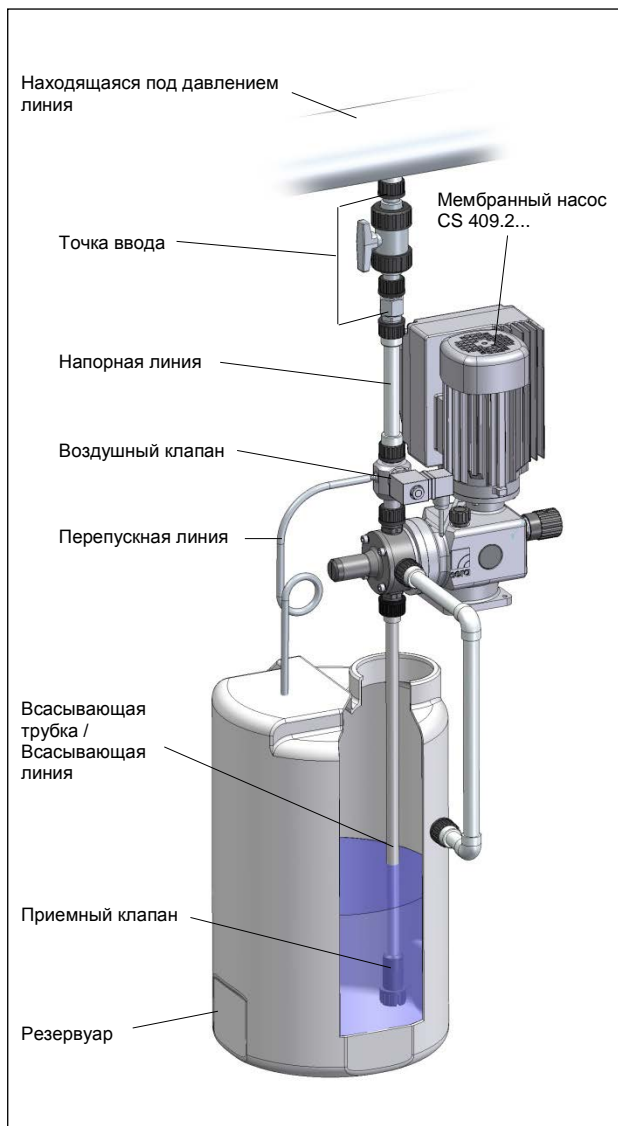

Рис. 33 Монтаж воздушного клапана
- Применять насосы серии CS 409.2 (см. рис. 33)